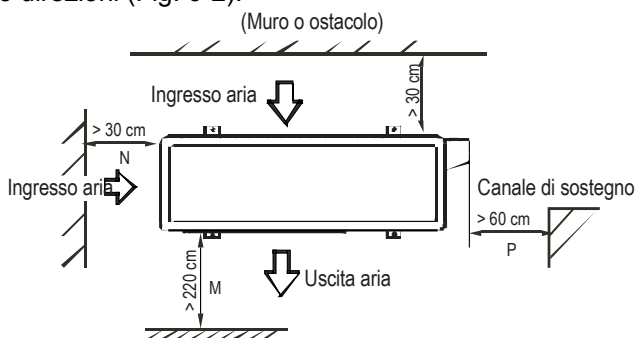

Fig. 6-2
- La minima distanza tra l'unità esterna ed gli ostacoli descritte sopra non sono valide per locali a tenuta d'aria o locali chiusi. Lasciare liberi almeno 2 delle 3 direzioni (Fig. 6-2).